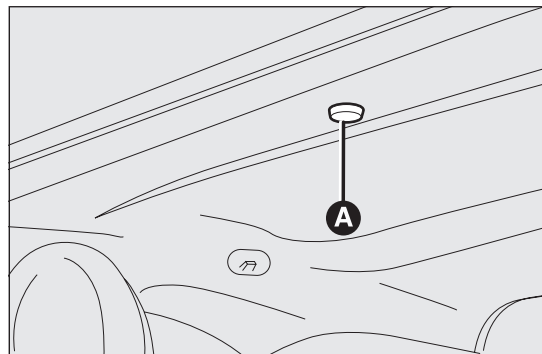

fig. 47
- rimuovere il tappo di protezione A fig. 47 dalla sede per l'azionamento manuale, che si trova sul rivestimento interno dietro la tendina parasole